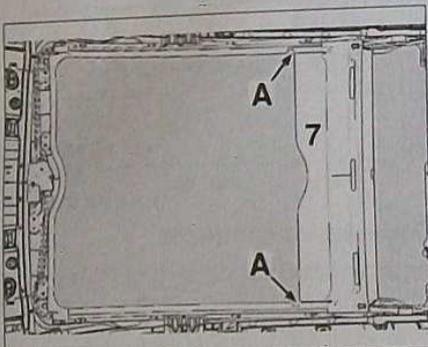

FIG. 69
Mettre la commande (3) en position 8 d'ouverture, pour que le volet (7) se positionne en A (Fig.69).